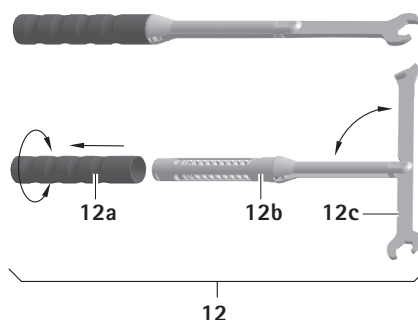

Fig. 3
- Spingere l'impugnatura 12a in direzione contraria alla freccia e avvitare, vedere Fig. 3.